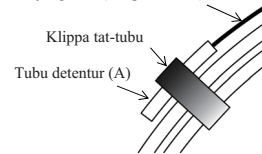

Figura 1
- Neħhi l-wajer gwida mill-klippa tat-tmiem u żerżaq il-wajer gwida bil-mod, imbotta t-tarf distali tal-wajer gwida minn ġoħ-tubu detentur (B). (Figura 1)